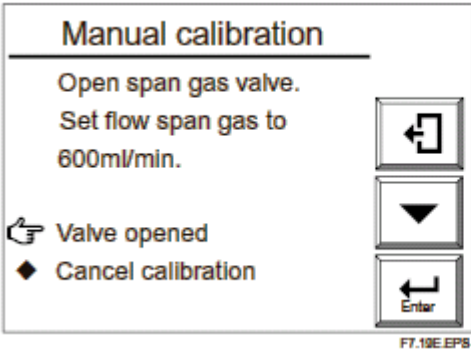
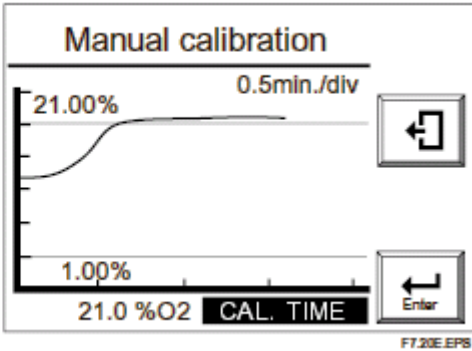

图 7.19 量程气流动显示（手动校正）
图 7.20 手动校正趋势曲线（手动校正用）
- (3) 图 7.19 所示的下列显示信息是为了打开量程气流通阀。松开阀门锁紧螺母打开流量设定装置的量程气流通阀，缓慢反时针旋转阀轴设置量程气流量为 600ml/min. ±60ml/min。使用校正气流量计检查流量。
- (4) 如果在如图 7.19 所示中选择“Valve opened”，显示氧气的趋势曲线（氧气的测量浓度）（如图 7.20 所示）。在面板底部区域闪现“CAL. TIME”。观察趋势曲线并等到测量值稳定在曲线上接近 21%处。这时，校正已执行完毕，即使测量值在 21%以上或以下，也没问题。